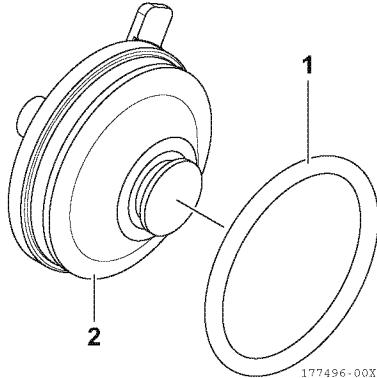

Figure 19
10. Appliquez légèrement de l'huile de lubrification sur le nouveau joint torique (1, **Figure 19**), et installez-le dans la fente prévue à cet effet sur le couvercle (2, **Figure 19**).